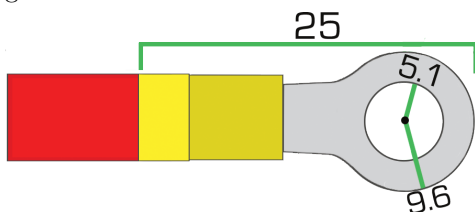

Figura 5: Dimensões do conector olhal expressas em *mm*
- Utilizar conector olhal para evitar mau contato. Especificações do conector na Figura 5 abaixo.